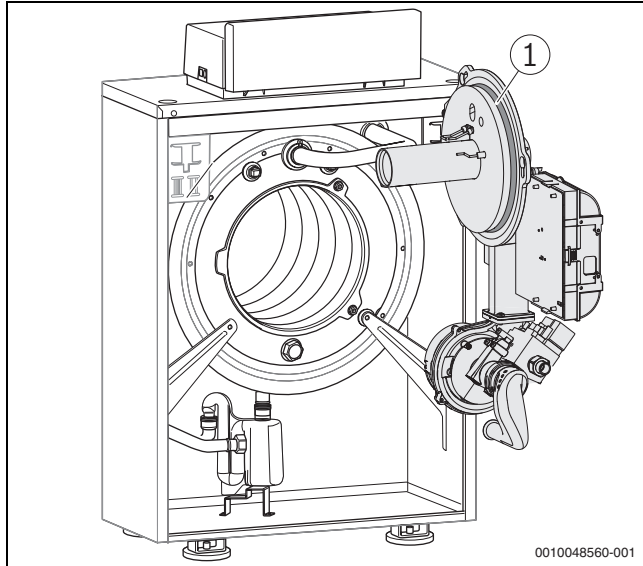

Fig. 19 Bruciatore in posizione di manutenzione
- ▶ Prima del montaggio del bruciatore verificare che l'o-ring sia nella sua giusta sede (→ fig. 19, pag. 40) ed eventualmente correggere la sua posizione.